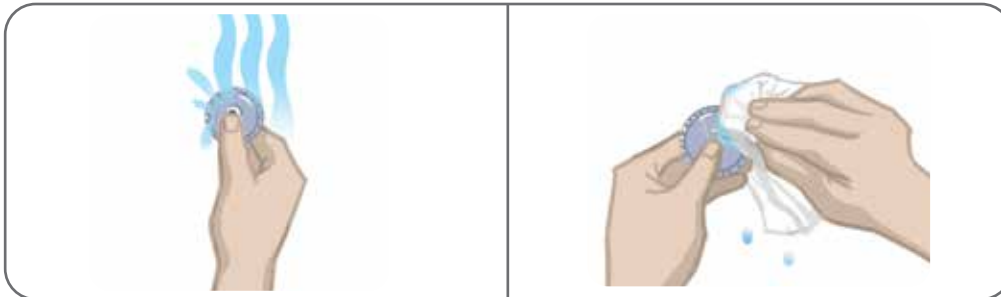

Figure 11-2 : Humidification et élimination de l'excès d'eau
4. Mouillez les nouvelles électrodes rondes en tissu à l'eau courante jusqu'à ce qu'elles soient saturées. Reportez-vous à la figure 11-2.
5. Avec un chiffon, essuyez ou absorbez délicatement l'excès d'humidité à l'arrière (côté pression) des électrodes. Reportez-vous à la figure 11-2.